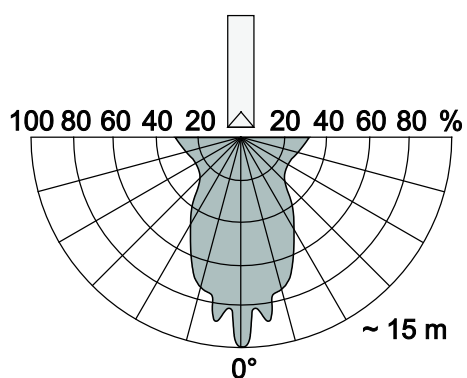

Fig. 4: IR-frekvensområde
IR-frekvensområde	ca. 15 m (0 -linje); se Fig. 4
For en feilfri funksjon (overholding av mottakerkarakteristikken; se Fig. 4) må lysstyrken på monteringsstedet ikke overstige 200 Lux.
2. Vær ved adressering obs på "IR-frekvensrområde", se Fig. 4.